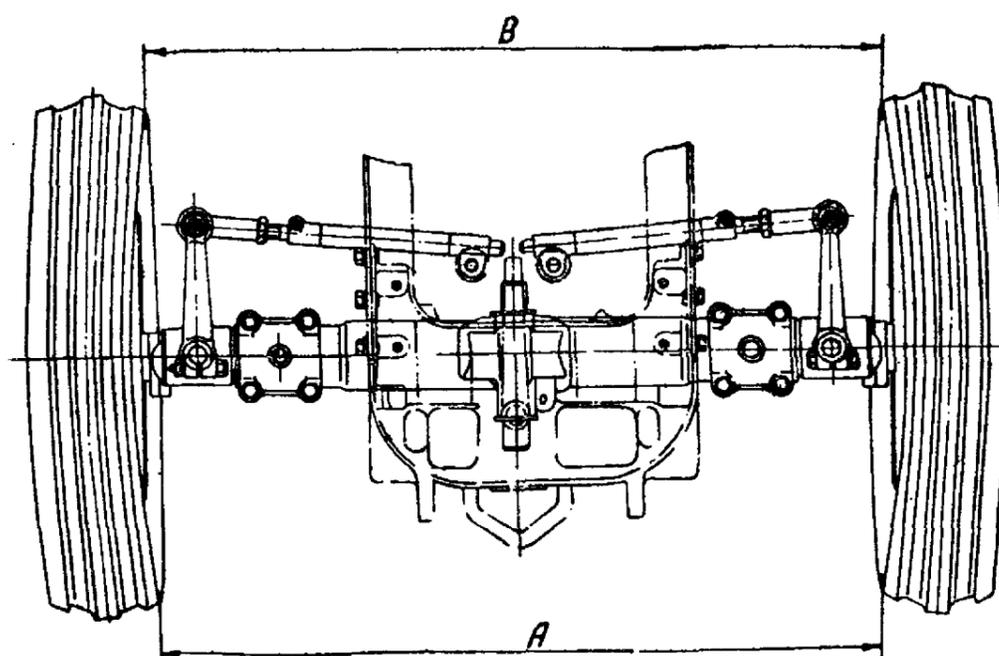

Рис. 49. Схема определения сходимости направляющих колес.
ня тяги с одной и другой стороны, установите сходимость направляющих колес так, чтобы на уровне оси колеса внутреннее расстояние А (см. рис. 49) между покрышками спереди было равно или меньше на 4 мм расстояния В между покрышками сзади.
8. После установки нужной колеи закрепите стержни рулевых тяг, предварительно проверив сходимость направляющих колес (рис. 49).